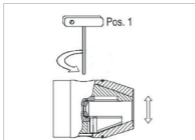

Abbildung 9: Größtmöglicher Spannbereich
1. Drehen Sie das Ritzel gegen den Uhrzeigersinn mit Hilfe des passenden Innensechskant-Schlüssels mit Quergriff (Pos. 1) bis zum größtmöglichen Spannbereich auf (siehe „Abbildung 9: Größtmöglicher Spannbereich“).